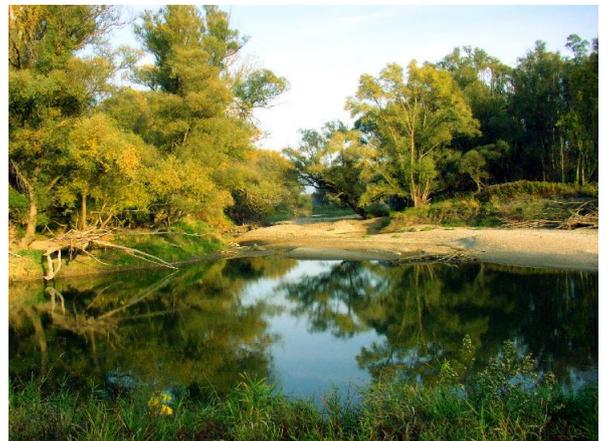

Abb. 8: Die Hainburger Au östlich von Wien (Foto: Wolfgang Glock; Quelle: Wikipedia).
**A10** Die Hainburger Au (Abb. 8; siehe auch Antwort zu A9) ist eine naturbelassene Flusslandschaft an der Donau nahe Hainburg in Niederösterreich, östlich von Wien. Anfang 1983 hatte der WWF Österreich seine Kampagne „Rettet die Auen“ gestartet und mit Hilfe einiger Medien begonnen, die Öffentlichkeit auf die drohende Zerstörung eines Teils der Donauauen durch ein dort geplantes Wasserkraftwerk aufmerksam zu machen.